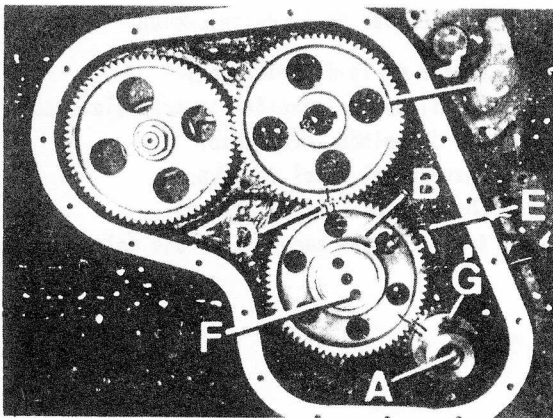

Fig. A4-95.- Engranajes de la distribución.
- 1.5.- Aflojar los tornillos de sujeción y extraer manualmente el piñón intermedio (B) (Fig. A4-95).